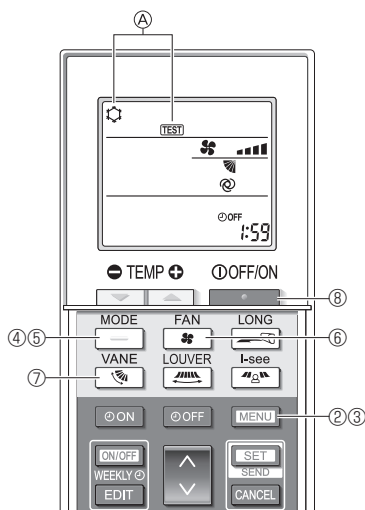

Fig. 7-5
- Håll knappen [MENU] intryckt i 5 sekunder. (Fig. 7-5)
- [TEST] och aktuellt driftläge visas. (Fig. 7-5)